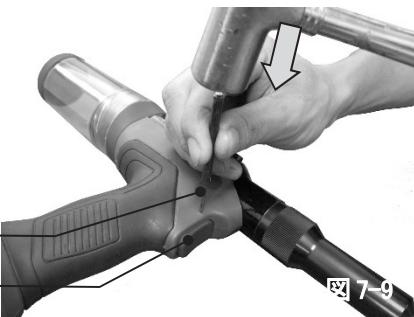

図 7-9
- 1) ピンパンチ或いは $\phi 2.0$ 以下のピンとハンマーを使い、トリガーピンをツール右方向より 叩き出してください。(図 7-9)